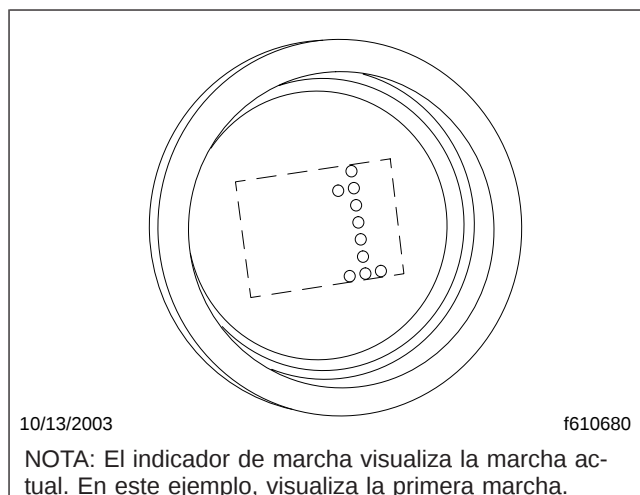

Figura 8.26, Indicador de la marcha actual
En cualquier modalidad, el indicador de marcha visualizará la marcha actual. Vea la Figura 8.26.
La posición de marcha de conducción hacia adelante (D) está directamente debajo de N en el interruptor selector de cuatro posiciones ubicado en el extremo de la palanca de control SmartShift. Para seleccionar D, presione el botón de bloqueo de neutro y mueva el interruptor selector hasta la posición que está debajo de N. Cuando se selecciona la marcha de conducción hacia adelante, en el indicador de marcha se visualiza el número de la marcha hacia adelante seleccionada actualmente (de 1 a 10). Vea la **Figura 8.26**.